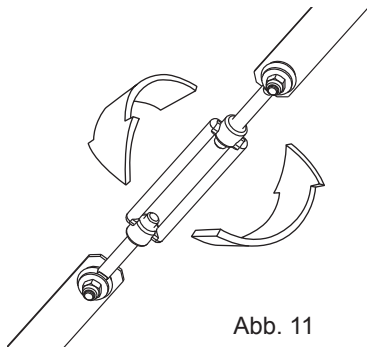

Abb. 11
**10** - Die fertig montierte Stahlkonstruktion in die endgültige Position bringen und sukzessive überprüfen, ob alle Schraubenmutter der Konstruktion fest angezogen sind. Dann die Stellschrauben der Riemen festschrauben bis sie gut gespannt sind. S. Abb. 11